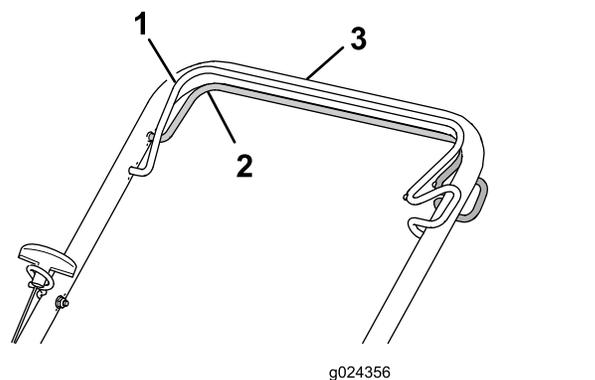

Figura 16
- Para engatar a transmissão autopropulsora: Empurre a barra da transmissão autopropulsora contra a pega e segure-a (Figura 16).